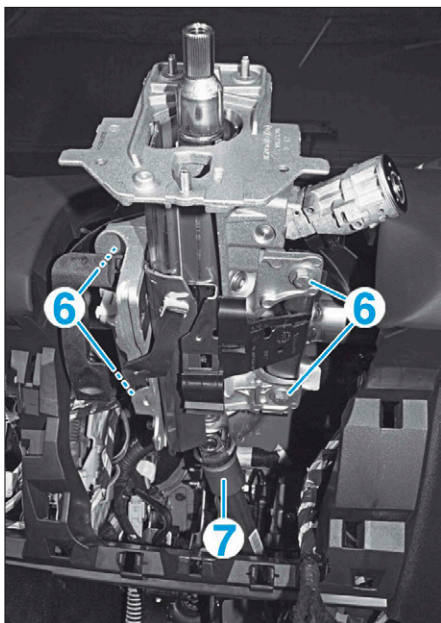

FIG. 9
- les vis (6) (Fig.9),
- la colonne de direction (7).